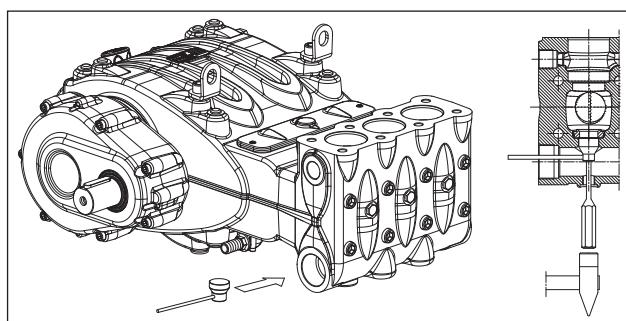

图 104
如果吸入阀组的抽出格外困难(例如用于泵长期未使用而结硬壳), 可使用代码为 27516200 的(①, 图 104)拔取器工具并按照指示操作。